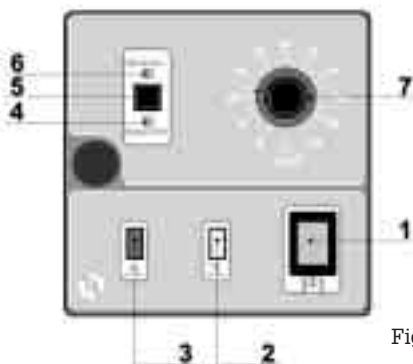

Fig. 17
8.1.3 - COMANDI POMPA PB-F (Fig.17)
8.1.4 - DESCRIZIONI COMANDI POMPA PB-F (Fig.17)
- **INTERRUTTORE ON/OFF (1)**